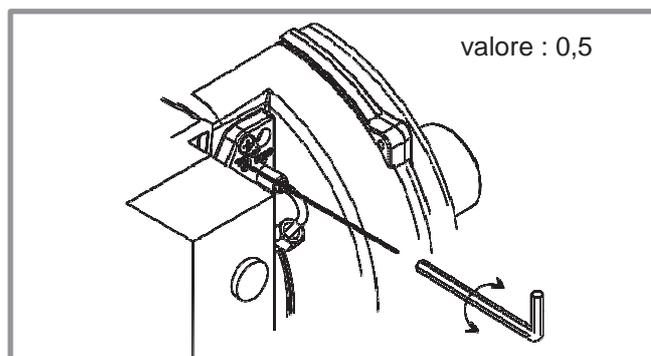

Figura 34 - Regolazione della testa di combustione
- Dopo la taratura del bruciatore, disabilitare la funzione "spazzacamino" (premere: rif. **R** figura 34)